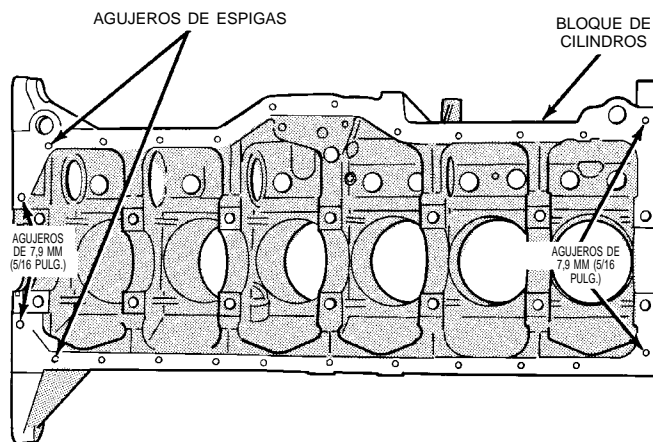

Fig. 54 Posición de las espigas en el bloque de cilindros
(3) Instale dos espigas en la tapa del cárter de la distribución y las otras dos en el bloque de cilindros (Fig. 54).
(4) Deslice la junta de una sola pieza sobre los pernos y luego el bloque y la caja del cárter de la distribución.
(5) Coloque el colector de aceite sobre las espigas y sobre la junta. Si el vehículo está equipado con sensor de nivel de aceite, tenga cuidado de no dañar el sensor.
(6) Instale los pernos de 6,35 mm (1/4 pulg.) del colector de aceite. Apriete estos pernos con una torsión de 9,5 N·m (84 lbs. pulg.). Instale los pernos de